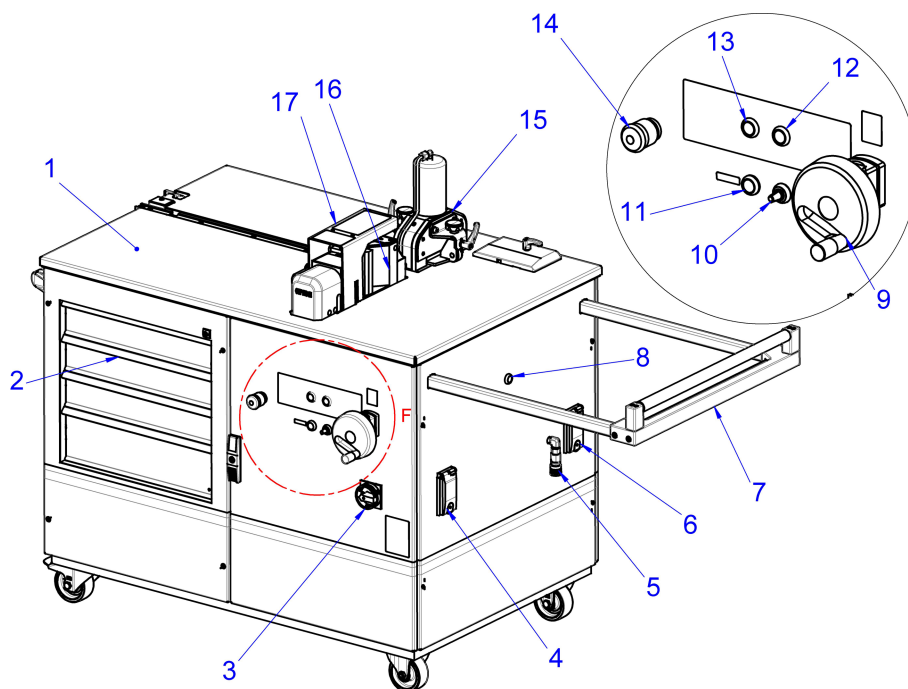
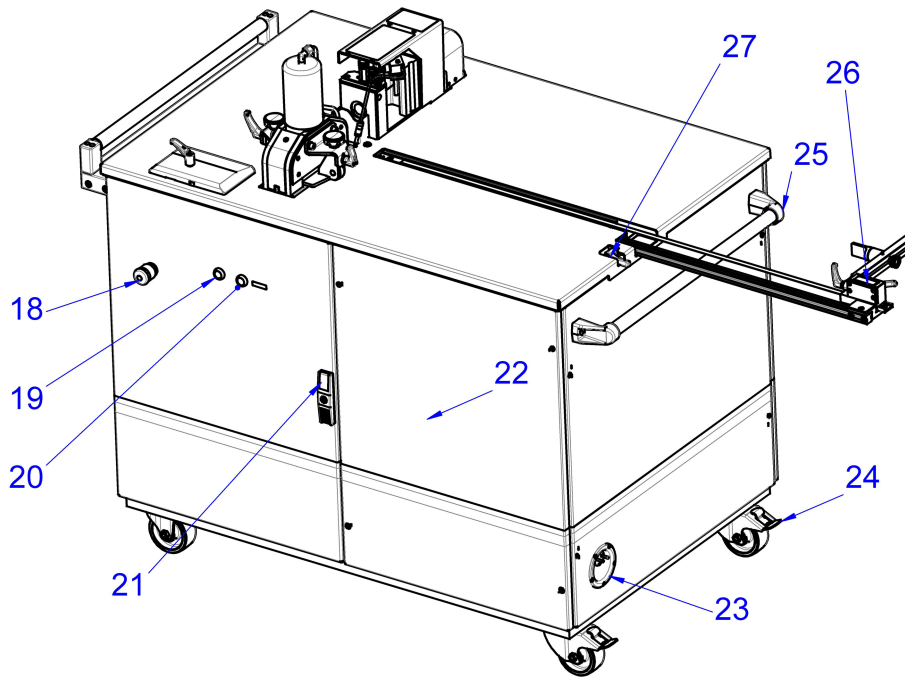

Bild 1: Vy framifrån
Bild 2: Vy bakifrån
Det säkra fotmanöverdonet med en pedal ansluts till bearbetningsmaskinen via ett uttag (bild 1, 4). Fyra tryckknappar (bild 1, 8, 12, 13 och bild 2, 19) används för att välja önskad bearbetningsstation. Bearbetning kan endast pågå vid en station åt gången. Kapenheten (bild 1, 15) för kapning av strömskenor samt bocknings- och hålstansenheten (bild 1, 16) omges av en stabil, slitstark bordsplatta (bild 1, 1) av rostfritt stål. I bordsplattan finns det ett utdragbart anslag (bild 2, 26) på upp till 1200 mm som kan användas för alla arbetsstationer.
En extra hydraulanslutning (bild 1, 5) gör det möjligt att ansluta externa hydraulaggregat som komplement till de befintliga arbetsstationerna. För att långa arbetsstycken ska kunna bearbetas på ett bekvämt sätt har bearbetningsmaskinen även en utdragbar stödrulle (bild 1, 7).
Två nödstopsbrytare (bild 1, 14 och bild 2, 18) kan användas för att omedelbart stoppa hydraulpumparna vid farliga situationer och köra tillbaka verktyget till utgångspositionen. Med hjälp av en frekvensomriktare kan varvtalet för verktygens drifhastighet ställas in med en potentiometer (bild 1, 10). Stommen för hålstansning skyddas av en stabil skyddshuv (bild 1, 17). Stommens höjd kan enkelt ställas in med en ratt (bild 1, 9) enligt indikatorn för höjdställning. Fyra rymliga och låsbara lådor (bild 1, 2) ger tillräckligt med plats för de verktyg och arbetsredskap som används. Bakom dörren (bild 2, 21) bredvid elskåpet (bild 2, 22) finns en uppsamlingsbehållare för kopparrester. Strömkabeln (bild 2, 23) kan gömmas i sidoväggen på bearbetningsmaskinen och kan vid behov dras ut till en maximal längd av 4,5 m eller rullas in helt.
- Anslut sedan fotmanöverdonets matarledning till den fyrpoliga anslutningen (bild 1, 4).
- Ställ nätbrytaren på (I) för att koppla om bearbetningmaskinen till driftklart läge. Styrningen tar ca 5 sekunder för att bli driftklar innan de enskilda stationerna kan väljas.
Lasrarna slås på och stängs av med knapparna (bild 1, 11 och bild 2, 20). För att förlänga lasrarnas livstid stängs de av automatiskt efter 15 minuter. Om fotmanöverdonet manövreras eller om motsvarande knapp trycks ned slås lasrarna på igen.
- Justera maskinstommens höjd med ratten (bild 1, 9) och rikta in bockningsmatrisen i mitten av arbetsstycket.